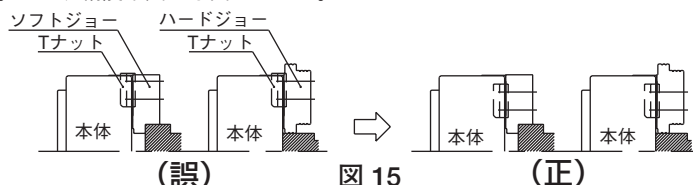

図 15
- Tナットはマスタジョーより飛び出さない状態で使用すること。(図15参照)